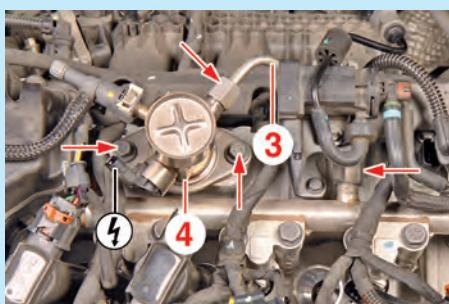

Fig.2
- Débrancher le conduit de carburant (2).
- Déposer la canalisation haute pression (3) (Fig.2).
- Déposer la pompe haute pression (4).